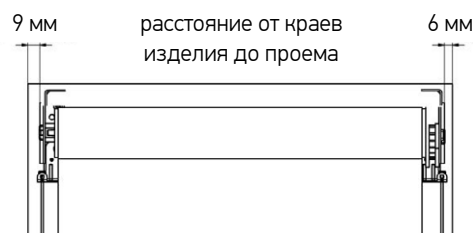

Рис. 2. Зазоры между проемом и изделием с боковой фиксацией
2. При монтаже изделия **с боковой фиксацией в проем** необходимо, чтобы между краем изделия и проемом со стороны электропривода оставался зазор не менее 6 мм, а с другой стороны – не менее 9 мм (Рис.2).